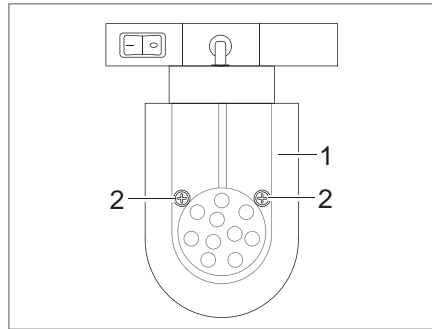

Fig. 165 Spot DEL (coulissant)
- Desserrer les vis de fixation (Fig. 165,2).
- Retirer prudemment le verre de lampe (Fig. 165,1).